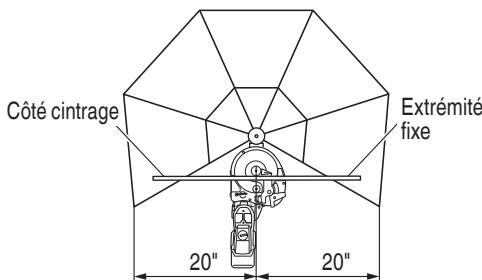

Fig. 50
- Bien installer la protection anti-flèche pour cintrer des barres béton d'une longueur de cintrage et d'une longueur de fixation (dimension intérieure de la protection anti-flèche) égales à 20" moins (Fig. 50)